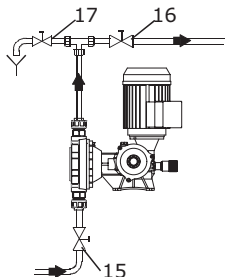

Рис. 14 Начальный пуск
1. Откройте всасывающий и нагнетательной запорные клапаны (15, 16), если они установлены (см. рис. 14).
2. Откройте клапан удаления воздуха (17), если он установлен на линии нагнетания или понизьте давление в линии нагнетания так, чтобы перекачиваемая среда могла выходить без преодоления противодавления.